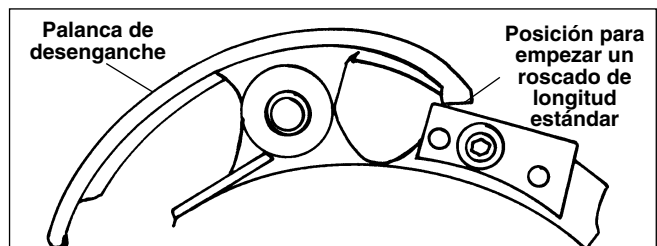

Figura 22 – Posiciones de la palanca de desenganche y de la placa de exclusión para empezar un roscado de longitud estándar
6. Empuje la palanca de desenganche hasta que repose sobre la placa de exclusión y comience un roscado normal con el volante del carro (Figura 22).